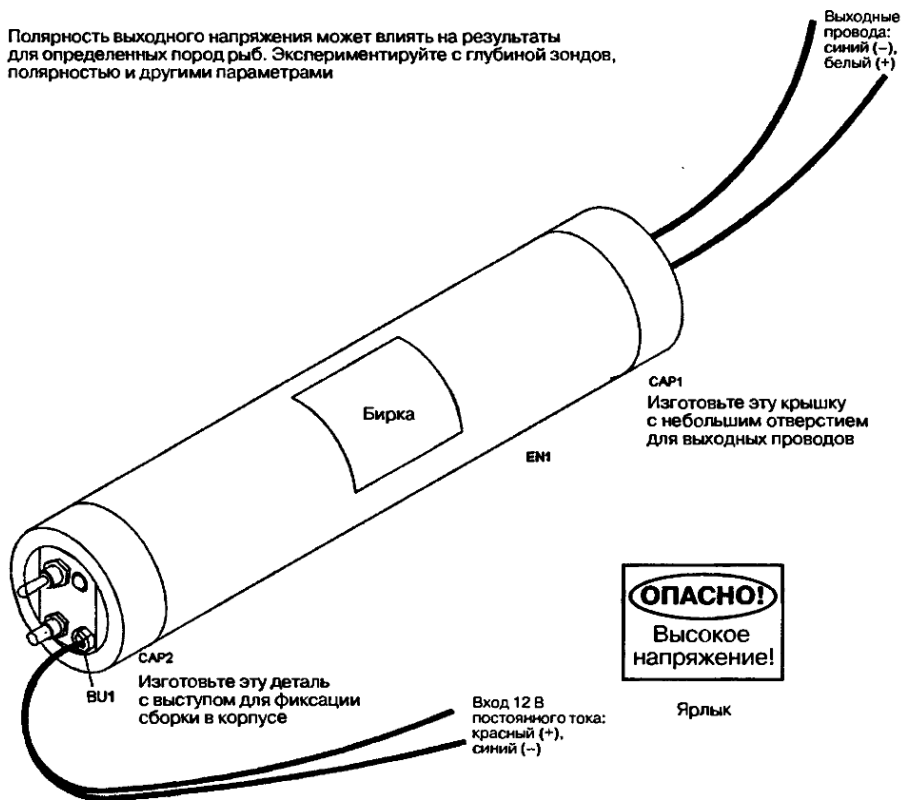

Рис. 24.7. Устройство после окончательной сборки
| CAP1, 2 | 2 | Пластиковые крышки 8,89 см, изготовленные в соответствии с рис. 24.7 | |
4. Прикрепите к корпусу ярлык, предупреждающий об опасности поражения электрическим током (рис. 24.7).